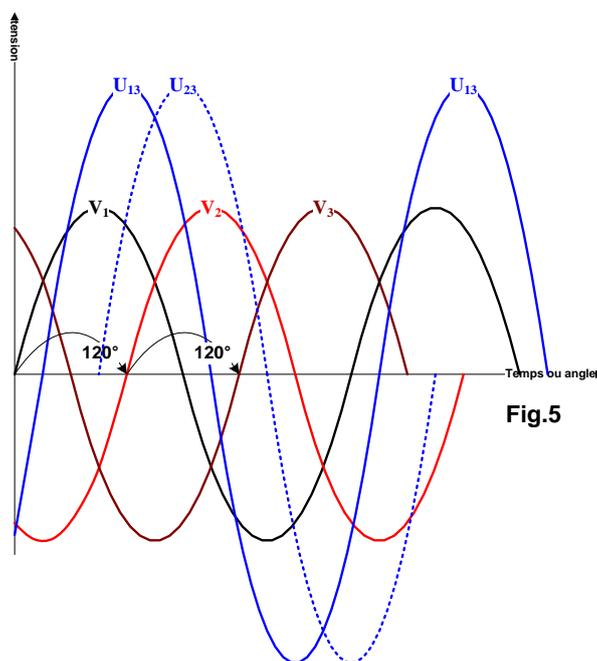

Fig.5
5) Représentation des tensions composées instantanées : Fig.5